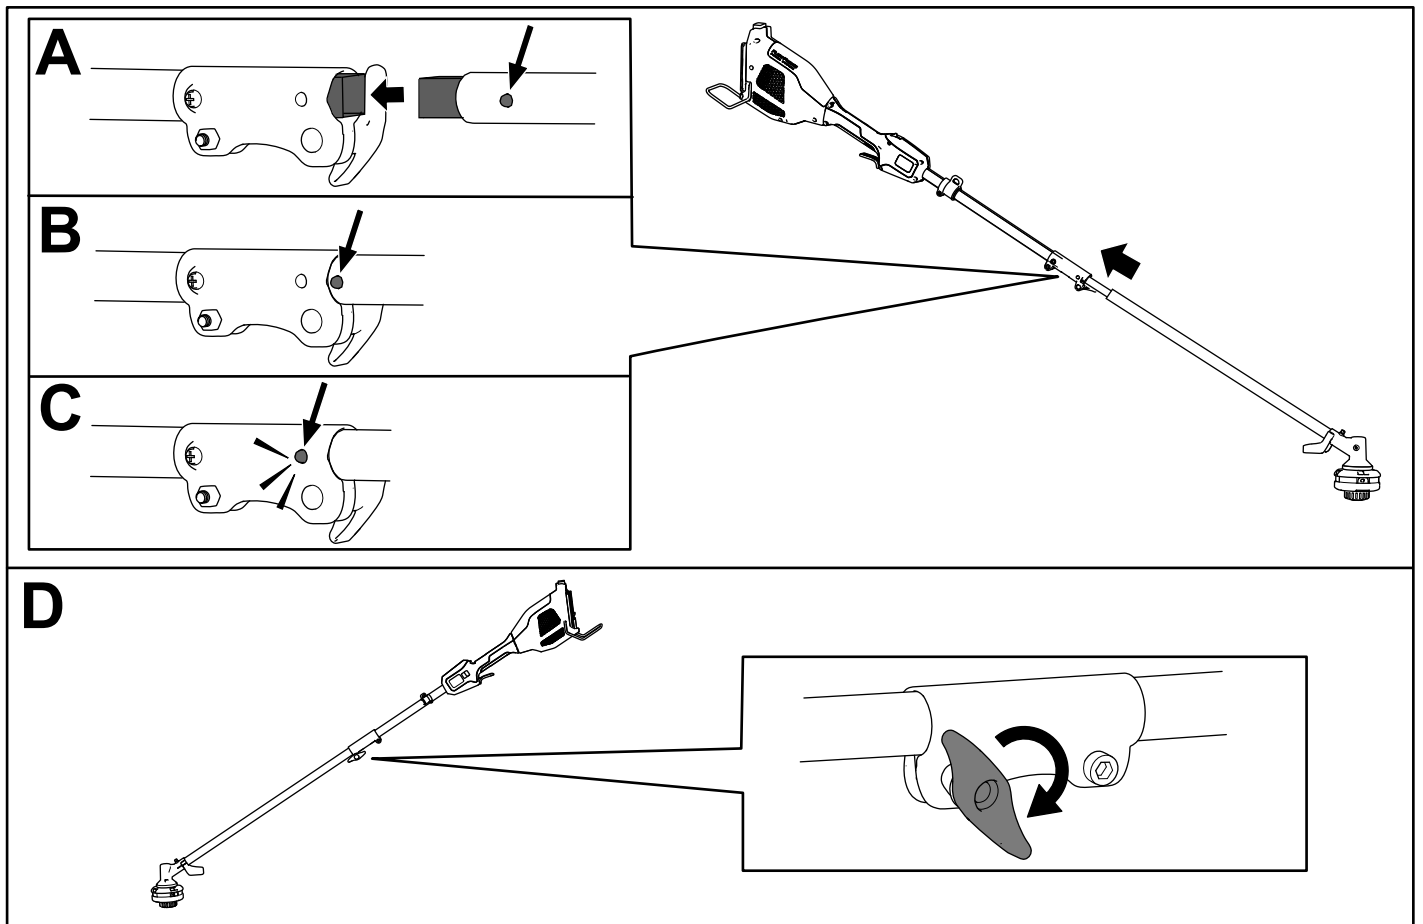

Figura 4
1. Instale el tubo cuadrado del accesorio de desbrozadora de hilo en el tubo cuadrado de la unidad de potencia (Figura 4, A).
2. Alinee el botón de bloqueo del mango inferior con el orificio ranurado del mango superior y junte los dos mangos (Figura 4, B y C).
**Nota:** El botón de bloqueo encaja en el orificio ranurado al juntarse las barras (Figura 4, C).
3. Usando la maneta, apriete el tornillo del conector del mango hasta que quede firme (Figura 4, D).